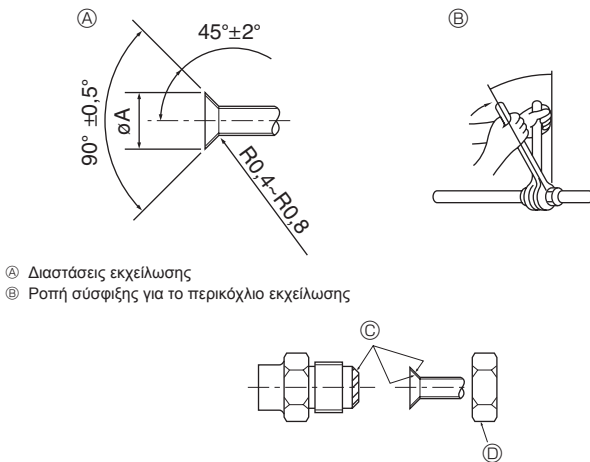

Fig. 4-1
- Πριν βιδώσετε το περικόχλιο εκχείλωσης απλώστε στο σωλήνα και στην κοινή επιφάνεια που επικάθεται λεπτό στρώμα από ψυκτικό λάδι. Ⓐ (Fig.4-1)
- Χρησιμοποιήστε δύο κλειδιά για να σφίξετε τις συνδέσεις των σωλήνων. ⓑ (Fig.4-1)
- Αλείψτε με ψυκτικό λάδι ολόκληρη την επιφάνεια στα διαπλευσμένα τμήματα. ⓒ (Fig.4-1)
- Χρησιμοποιήστε τα παξιμάδια ρακόρ για το παρακάτω μέγεθος σωλήνα. ⓓ (Fig.4-1)
Ⓐ (Fig. 4-1)
ⓑ (Fig. 4-1)